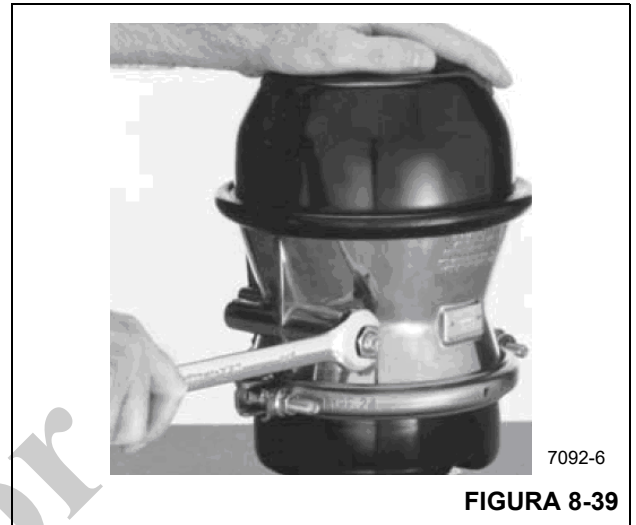

FIGURA 8-39
- Cuando se instala el perno soltador, la arandela plana y su tuerca en la cavidad de almacenamiento, apriete la tuerca contra la arandela a un par de 13.5 Nm (10 lb-pie) (Figura 8-39).